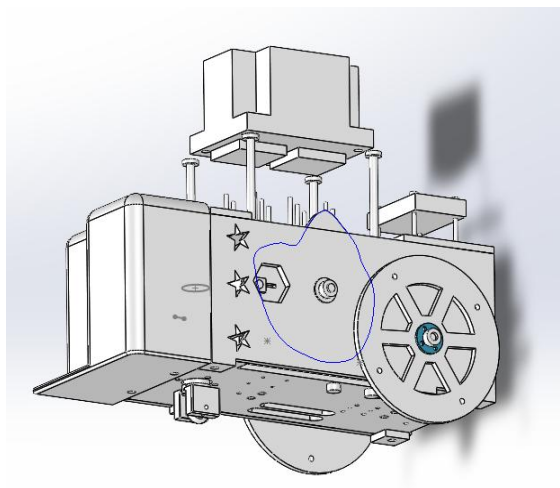

图 16 生物质能小车三维模型 1
(15) 第十五步：加工前检查阶段。检查完毕后将模拟速度调至最大，进行虚拟加工。
(16) 第十六步：加工后检查阶段。待虚拟加工完毕后，对照图 15 的三维模型和图 16 的排样图，核对已加工零件数量和尺寸。